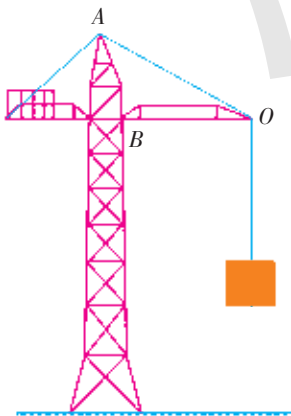

图 2-9 塔吊工作示意图
如图 2-9 所示,塔式起重机匀速吊起货物时,吊臂端点受几
**案例** 如图 2-9 所示，塔吊  $AO$  段钢绳与竖直方向成  $60^\circ$  角，质量为  $100\text{kg}$  的货物悬挂于  $O$  点下面。若横梁  $BO$  的重力不计，求钢绳  $AO$  受到的拉力及横梁对  $AB$  的压力。